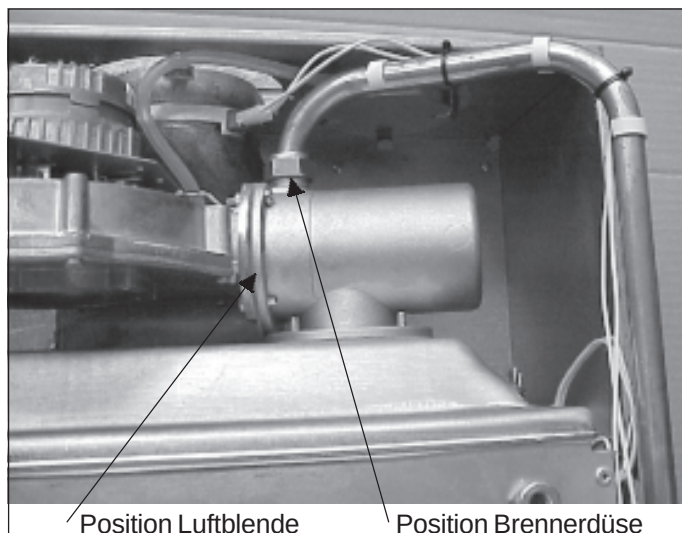

Abb. 12 Position Brennerdüse und Luftblende
- Vorhandene Brennerdüse ausschrauben und die neue Düse einschrauben (Abb. 12).
- Vorhandene Brennerdüse ausschrauben und die neue Düse einschrauben (siehe Abb. 12).